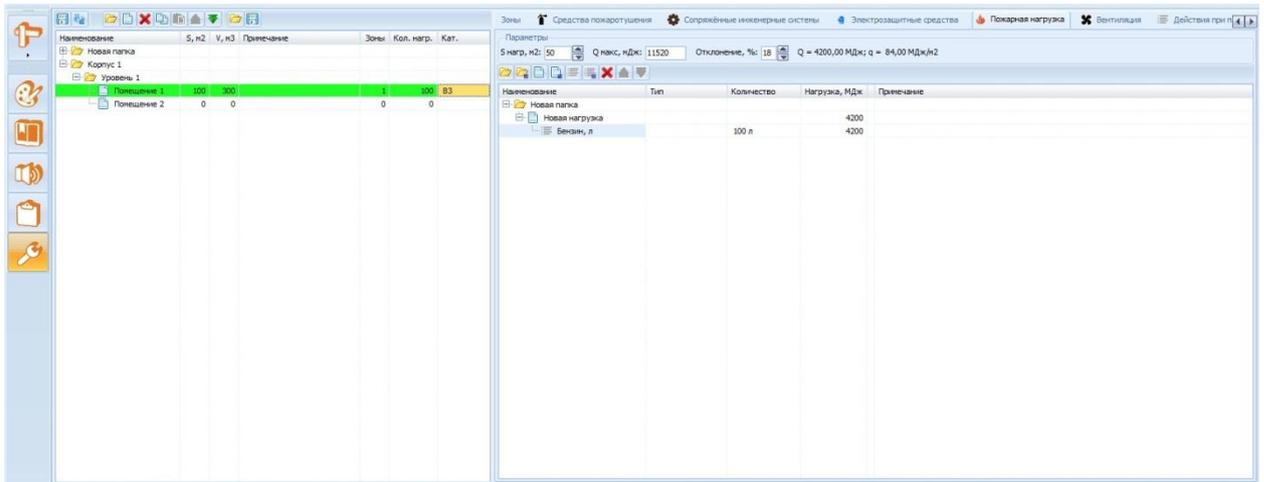

Рисунок 18.8 Расчет пожарной нагрузки помещения
1) в поле **Параметры** ввести площадь помещения, которая участвует в расчетах (это необязательно все помещение) $S_{нагр}$, m^2 (Рисунок 18.8), максимально допустимую нагрузку для выбранной категории пожарной опасности помещения – $Q_{макс}$, $MДж$, допустимое отклонение расчетной пожарной нагрузки от допустимой – *Отклонение* %.